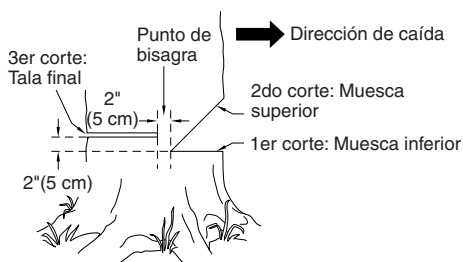

Figura 12 - Tala de un árbol
La preparación correcta de una muesca determinará la dirección en que caerá el árbol. Corte la muesca del lado del árbol correspondiente a la dirección en la cual desea que éste caiga (vea la Figura 12). Siga las instrucciones a continuación para cortar la muesca.
1. Haga el corte inferior de la muesca tan cerca del suelo como sea posible. Sujete la sierra de modo que la barra de guía se encuentre en posición horizontal. Corte a través del tronco del árbol hasta atravesar 1/3 de su diámetro (vea la Figura 12). *Nota:* Haga siempre este corte inferior horizontal en primer lugar. Si la hace en segundo lugar, el árbol puede presionar la cadena o la barra de guía.
Por ejemplo: Si el corte inferior tiene una profundidad de 20 cm, comience el corte superior 20 cm por encima de aquél. Corte en dirección hacia abajo y a un ángulo de 45°. El corte superior de la muesca debe llegar y unirse al punto final del corte inferior (vea la Figura 12).
1. Haga el corte de tala final 5 cm por encima del corte inferior de la muesca y sobre el lado opuesto del árbol (vea la Figura 12). Mantenga el corte de tala final paralelo al corte inferior de la muesca.
⚠ ADVERTENCIA: No atraviese el árbol completamente. Deje alrededor de cinco centímetros de diámetro sin cortar, directamente detrás de la muesca (vea la Figura 12, página 30). Esta porción sin cortar funciona a manera de bisagra. La bisagra ayuda a evitar que el árbol se tuerza y caiga en la dirección equivocada.